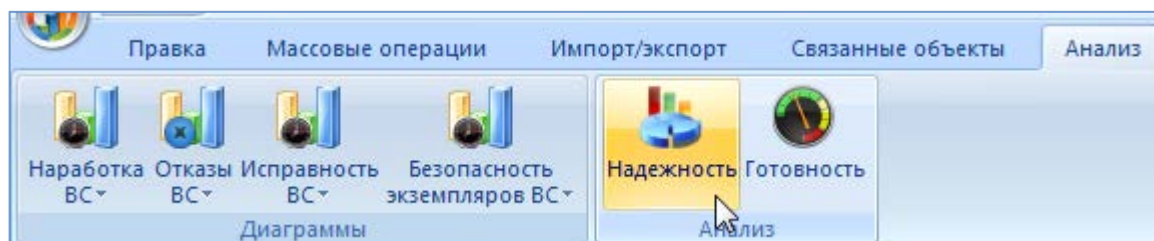

Рис. 13-548 – Кнопка «Надежность» для отображения колонок с показателями надежности
- 2) Нажать кнопку «Сохранить в Excel» панели «Импорт/экспорт» (рис. 13-548).